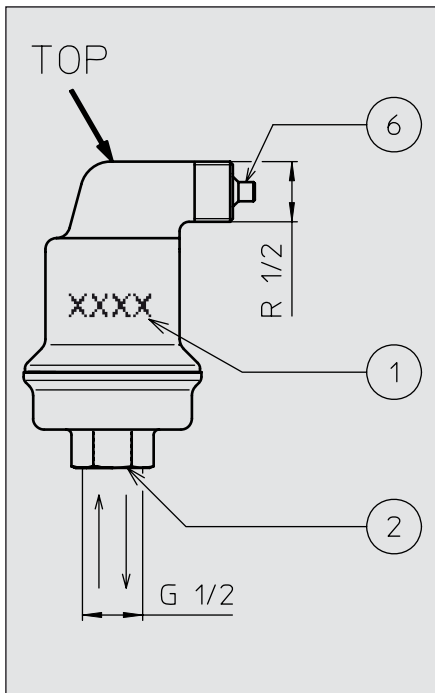

Fig. 1/ Kuva 1/ 图 1 / Σχήμα 1/ 1 ábra / 그림 1 / Rysunek 1 / Рисунок 1 / Slika 1 /
Deze voorschriften zijn geldig voor producten waarvan het artikelnummer begint met AB (fig. 1, ①), met uitzondering van ABS.
Druk- en temperatuurbereik (fig. 1, ①)
- Zorg ervoor dat het ontluichtingsventiel ⑥ altijd vrij blijft.
- Aan het ontluichtingsventiel ⑥ kan een slang worden gemonteerd om de vrijgekomen (geurende) lucht weg te leiden. De overmatige aanwezigheid van vuildeeltjes of schuimvorming kan leiden tot een tijdelijke lekkage van het ontluichtingsventiel ⑥.
- Maximaal toelaatbare hydraulische afpersdruk: 1,5 x maximale werkdruk (zie fig. 1, ①).
- Indien de installatie met lucht wordt afgeperst moet het ontluichtingsventiel ⑥ tijdelijk worden afgedopt met een dop R $\frac{1}{2}$ (niet meegeleverd). Let op: dop R $\frac{1}{2}$ verwijderen alvorens de installatie in bedrijf te nemen.
Disse instruksjonene gjelder for produkttyper som begynner med AB, unntatt ABS (fig. 1, ①).
Trykk og temperatur (fig. 1, ①)
- Ikke dekk til utløpsventilen ⑥.
- Du kan montere et rør på luftutslippet ⑥ for å lede bort luft som slippes ut (og lukter). Hvis det danner seg for mye skittpartikler eller skum, kan det oppstå en
- midlertidig lekkasje i lufteventilen ⑥.
- Maksimalt tillatt hydraulisk testtrykk: 1,5 x maksimalt arbeidstrykk (fig. 1, ①).
Niniejsza Instrukcja dotyczy modeli, których oznaczenia rozpoczynają się od AB, z wyjątkiem ABS (Rys. 1, ①).